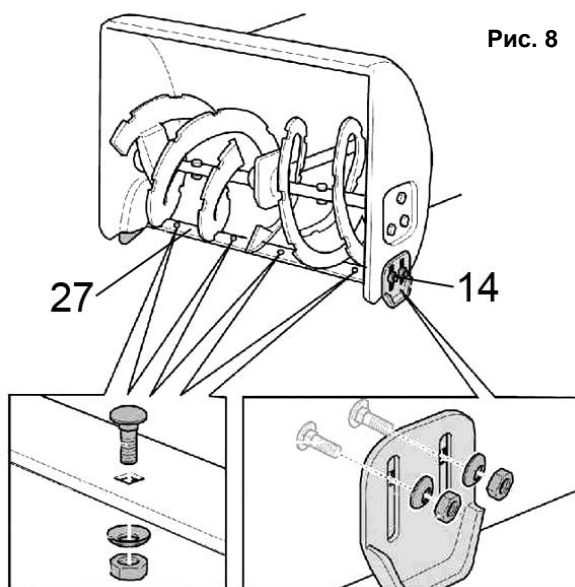

Рис. 8
- При замене ножа (27)(См. Рис.8), открутите болты, гайки с шайбами крепления ножа к снегозаборнику.
- При использовании снегоуборщика на неровной поверхности (гравийные дорожки и т.п.), следует устанавливать максимальное расстояние между ножом (27)(См. Рис.8) и поверхностью земли, перемещая башмаки максимально вниз относительно корпуса снегозаборника.
- При использовании снегоуборщика на ровных и твердых поверхностях, устанавливайте минимальное расстояние между ножом (27)(См. Рис.8) и поверхностью земли, перемещая башмаки максимально вверх относительно корпуса снегозаборника.
- Если ограничительные башмаки (14) будут выставлены таким образом, что подрезной нож (27) (См. Рис.8) будет касаться очищаемой поверхности, то это может привести не только к преждевременному износу подрезного ножа, но и к преждевременному износу ходовой части снегоуборщика.